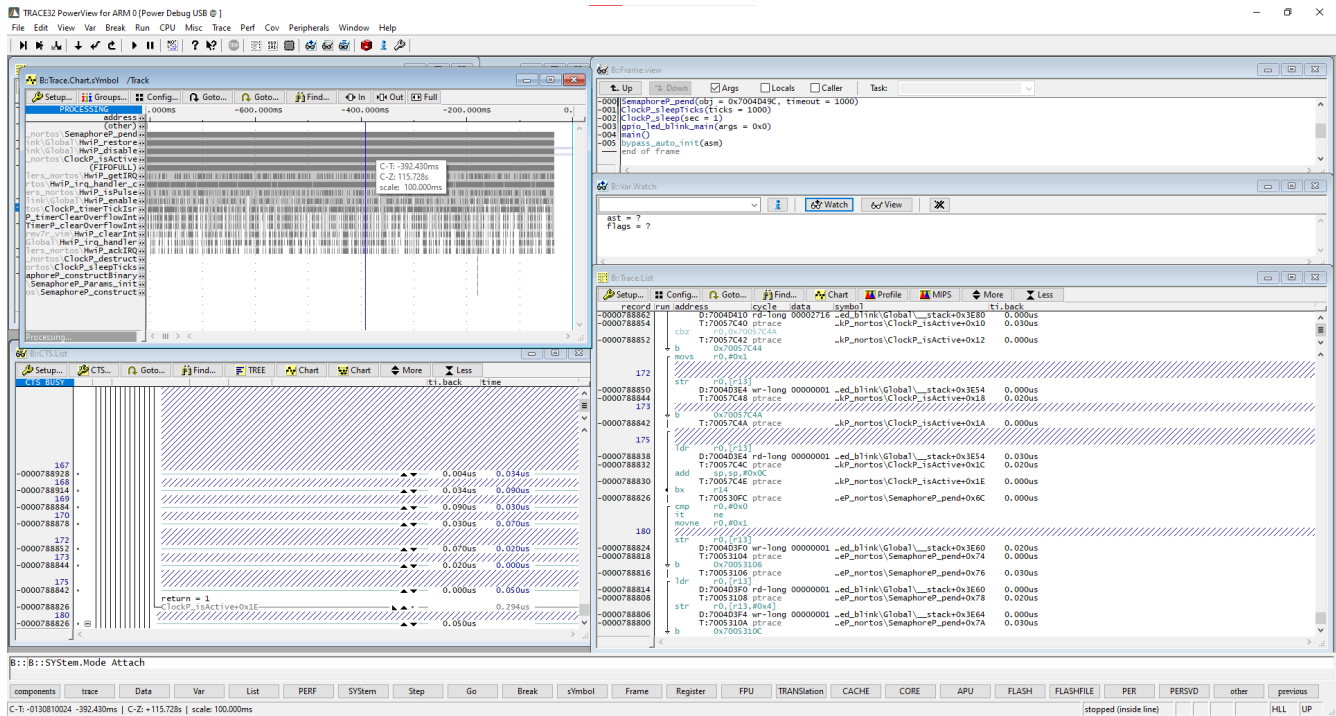

图 8-1. 采样跟踪输出
有关 AM263Px controlCard 上的 GPIO led 闪烁示例的调试跟踪，请参阅图 8-1。
本文档提供了为德州仪器 (TI) 高性能 AM26x 微控制器启用 Lauterbach ETM 跟踪的分步指南。通过执行上述硬件和软件设置步骤并将 .cmm 脚本与 Trace32 软件配合使用，可在 AM26x 微控制器上启用 Lauterbach 跟踪。图 8-1 展示了 OSPI 引导模式下来自 AM263P4 的 MCU_PLUS_SDK (在 R5F 内核 0 上运行) 的 GPIO LED 闪烁示例的跟踪。